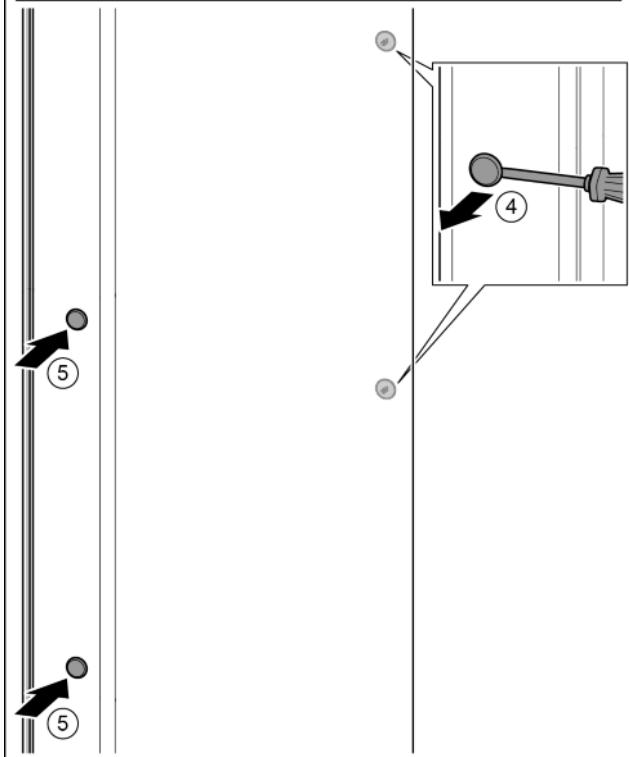

Fig. 16
- Снять крышку. Fig. 16 (1)
- Выкрутить винты отверткой Т15. Fig. 16 (2)
- Снять ручку. Fig. 16 (3)
- Осторожно приподнять шлицевой отверткой боковые заглушки и вынуть их. Fig. 16 (4)
- Заглушки снова вставить с другой стороны. Fig. 16 (5)